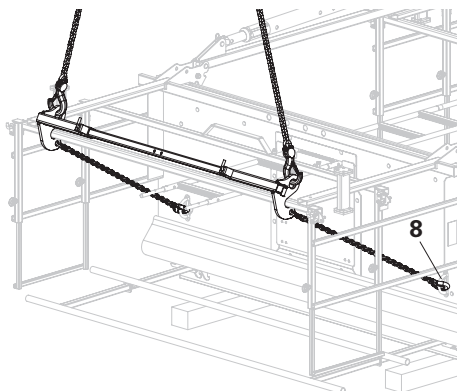

Fig. 8
4. Con la gru, adagiare gradualmente l'unità dal lato della cassaforma. Il glifo fa presa sul parapetto tenendo ferma l'unità di cassaforma durante la procedura di abbassamento. Fig. 8